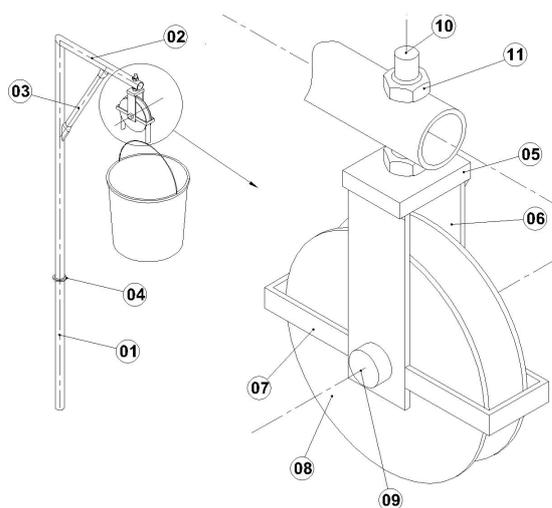

Figure 9 :
- le *montant* (Figure 9, rep.01) (tube diam.33,7 ép.2,6mm), partie verticale, dont l'extrémité supérieure est coupée à 45 degrés. Il est muni d'une bague soudée qui fait office de *butée* (Figure 9, rep.04).
- le *bras* (Figure 9, rep.02) (tube diam.33,7 ép.2,6mm), partie horizontale, dont une des extrémités est également coupée à 45 degrés.
- le *renfort oblique* (Figure 9, rep.03) (tube diam.26 ép.3mm) dont les extrémités ont été aplaties au marteau et à l'enclume afin de faciliter les soudures ultérieures.
La poulie est constituée d'un étrier fait d'un *support* (Figure 9, rep.05) sur lequel sont soudées deux *pattes* (Figure 9, rep.06), d'un *axe* (Figure 9, rep.09), d'un *réa* (Figure 9, rep.08), d'un *dispositif anti-dégorgement* (Figure 9, rep.07), et de deux *écrous* (Figure 9, rep.11) soudés sur un *boulon* (Figure 9, rep.10). Afin de permettre à l'étrier de la poulie de